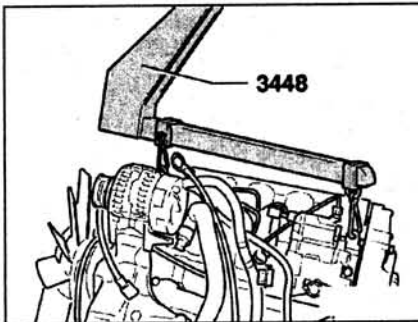

Рис. 2.14. Снятие двигателя.
30. Приподнимите двигатель подъемником 3448 за проушины на двигателе (рис. 2.14). Открутите болты крепления левой и правой опор двигателя в моторном отсеке. Снимите двигатель, переместив его вперед так, чтобы не повредить рулевой механизм.